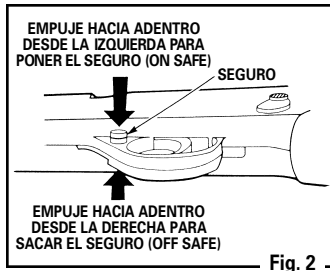

Fig. 2
- Empuje el seguro desde el lado izquierdo completamente hacia adentro. (Fig. 2). El seguro no está puesto a menos que esté empujado completamente hacia adentro y que el anillo ROJO alrededor del seguro no se vea. El rifle no disparará con el seguro puesto (On Safe).